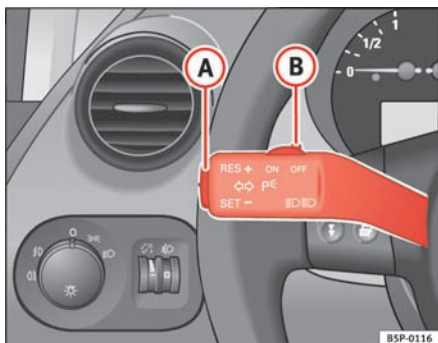

Fig. 142 Blink- og fjernlysarm: vippekontakt og kontakt til fartpilot
- Tryk et kort øjeblik på den nederste del af vippekontakten, **SET-** ⇒ fig. 142 **A**, når du har nået den ønskede hastighed.